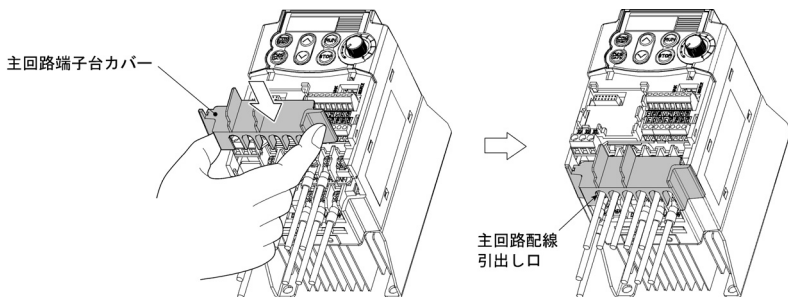

図 2.11 主回路端子台カバーの取付け
- 1) 電線は、図 2.11 に示すように主回路端子から並行に引き出してください。